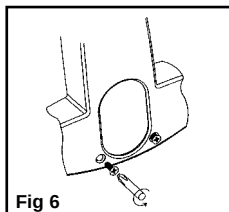
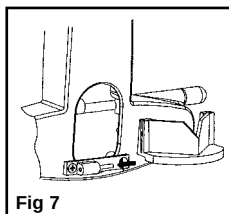

Fig 6
Fig 7
A. Retirez les vis du panneau qui se trouve au dessous de la fenêtre avant en utilisant le tournevis fourni. (fig 6)
1. Adaptez la barre de montage, la broche pointant vers la droite, et ajustez avec les vis retirées à l'étape (A) (Fig. 7). Faites coulisser le miroir d'enseignement, sur la barre de montage. Le miroir d'enseignement peut maintenant être pivoté de haut en bas et vice versa.
1. Retirez les vis comme à la Fig. 6 cidessus. Mettez la barre de montage en place et remontez la vis du côté gauche seulement. Adaptez le miroir d'enseignement comme à la Fig. 7.